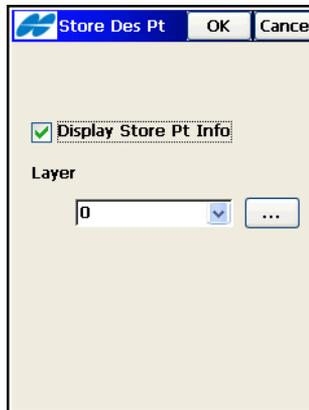

Abbildung 9-8. Layer für abgesteckten Punkt auswählen
13. Um den abgesteckten Punkt in einem Layer zu speichern, müssen Sie die Option *Sollpunkt/Layer* aus dem Menü oben links im Fenster **Abstecken** wählen. Wählen Sie im Fenster **Absteckpunkt speichern** (Abbildung 9-8) den Layer aus der Liste oder tippen auf die **Listenschaltfläche** , um die Layerliste zu bearbeiten.
8. Um den abgesteckten Punkt in einem Layer zu speichern, müssen Sie die Option *Sollpunkt/Layer* aus dem Menü oben links im Fenster **Abstecken** wählen (siehe Abbildung 9-8 auf Seite 9-6 und Abbildung 9-9 auf Seite 9-7).
- Um den abgesteckten Punkt in einem Layer zu speichern, müssen Sie die Option *Sollpunkt/Layer* aus dem Menü oben links im Fenster **Abstecken** wählen (siehe Abbildung 9-8 auf Seite 9-6 und Abbildung 9-9 auf Seite 9-7).